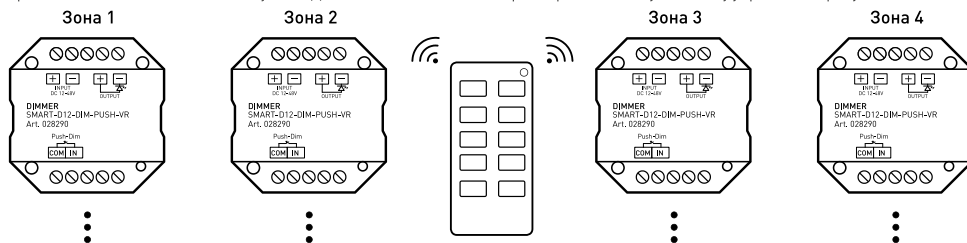

Рисунок 4. Вариант построения системы с 4-зонным пультом дистанционного управления
- 3.11. При использовании многозонных пультов ДУ или панелей можно построить разветвленную систему управления (рисунок 4).